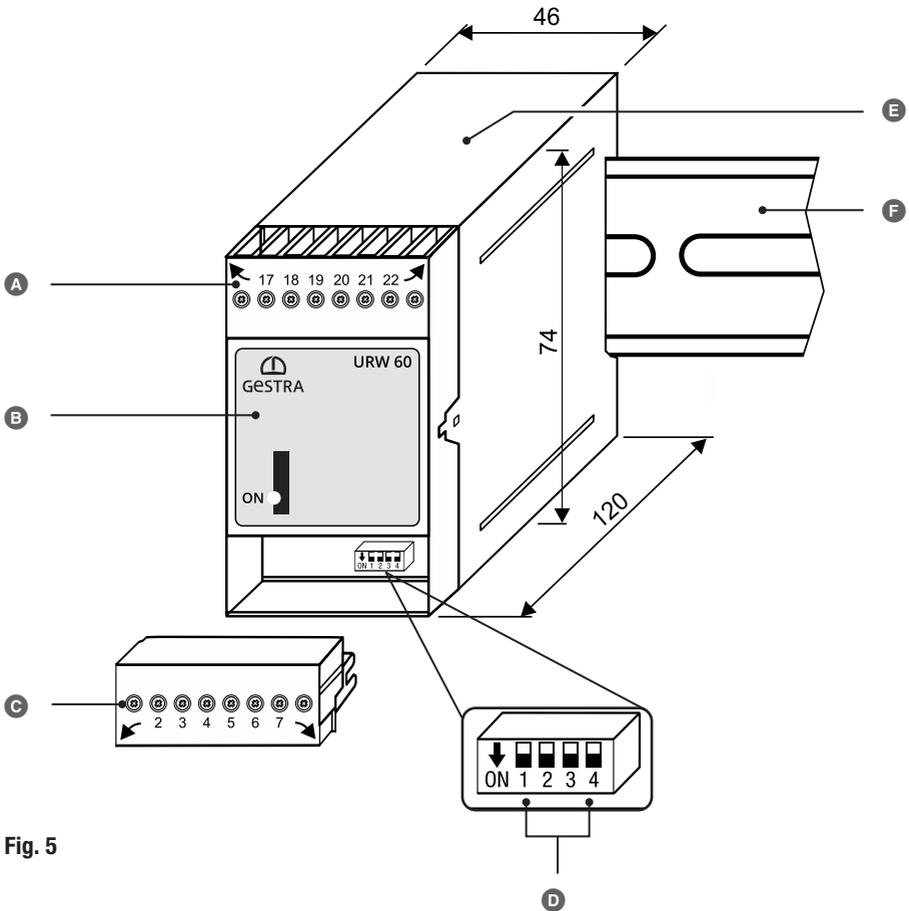

Fig. 5
Bei Bedarf können Sie die Baudrate und die Reglergruppe des Universalwandlers URW 60 am Kodierschalter **D** (siehe **Fig. 5**) jederzeit ändern.
3. Die gewünschten Einstellungen am Kodierschalter **D** (siehe **Fig. 5**) vornehmen, siehe Seite 20, **Fig. 9**.
Für den Betrieb muss am Kodierschalter **Ⓢ** **Fig. 5** die Reglergruppe und die Baudrate für den Universalwandler festgelegt werden.